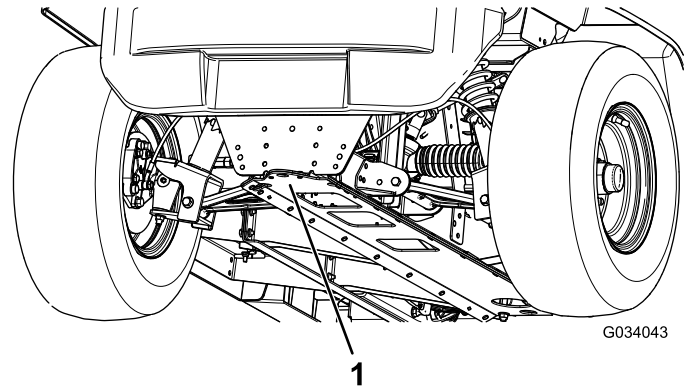

Figura 20
- El punto de elevación de la parte delantera de la máquina se encuentra en la parte delantera del bastidor, detrás del punto de remolque (Figura 20).